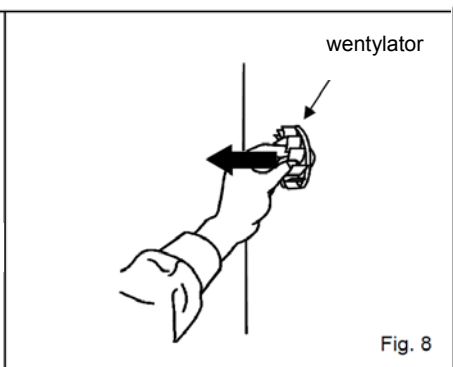

Fig. 8
9. W celu zdemontowania wentylatora – najpierw wyciągnij sprężynę, a następnie cały wentylator (Rys. 8)